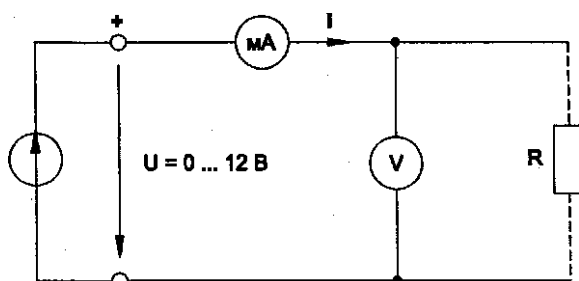

Рис. 3.1
- Чтобы построить кривые $I = f(U)$, соберите цепь по схеме (рис. 3.1) и измерьте токи, имеющие место при напряжениях и сопротивлениях, которые указаны в табл. 3.1.